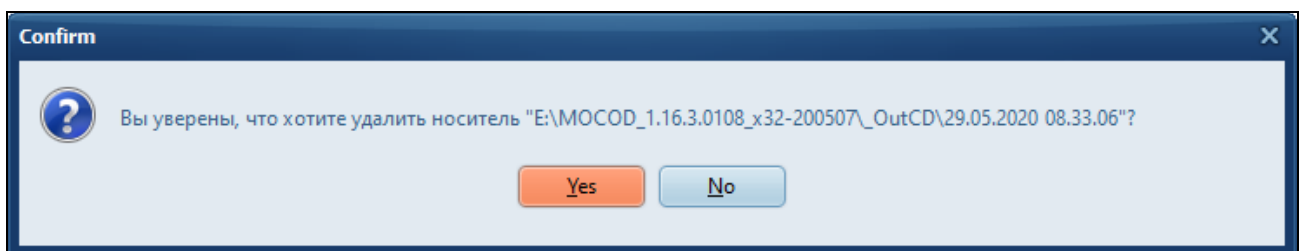

Рисунок 85 – Подтверждение удаления носителя
- 3) Подтвердить удаление выбранного носителя (Рисунок 85).